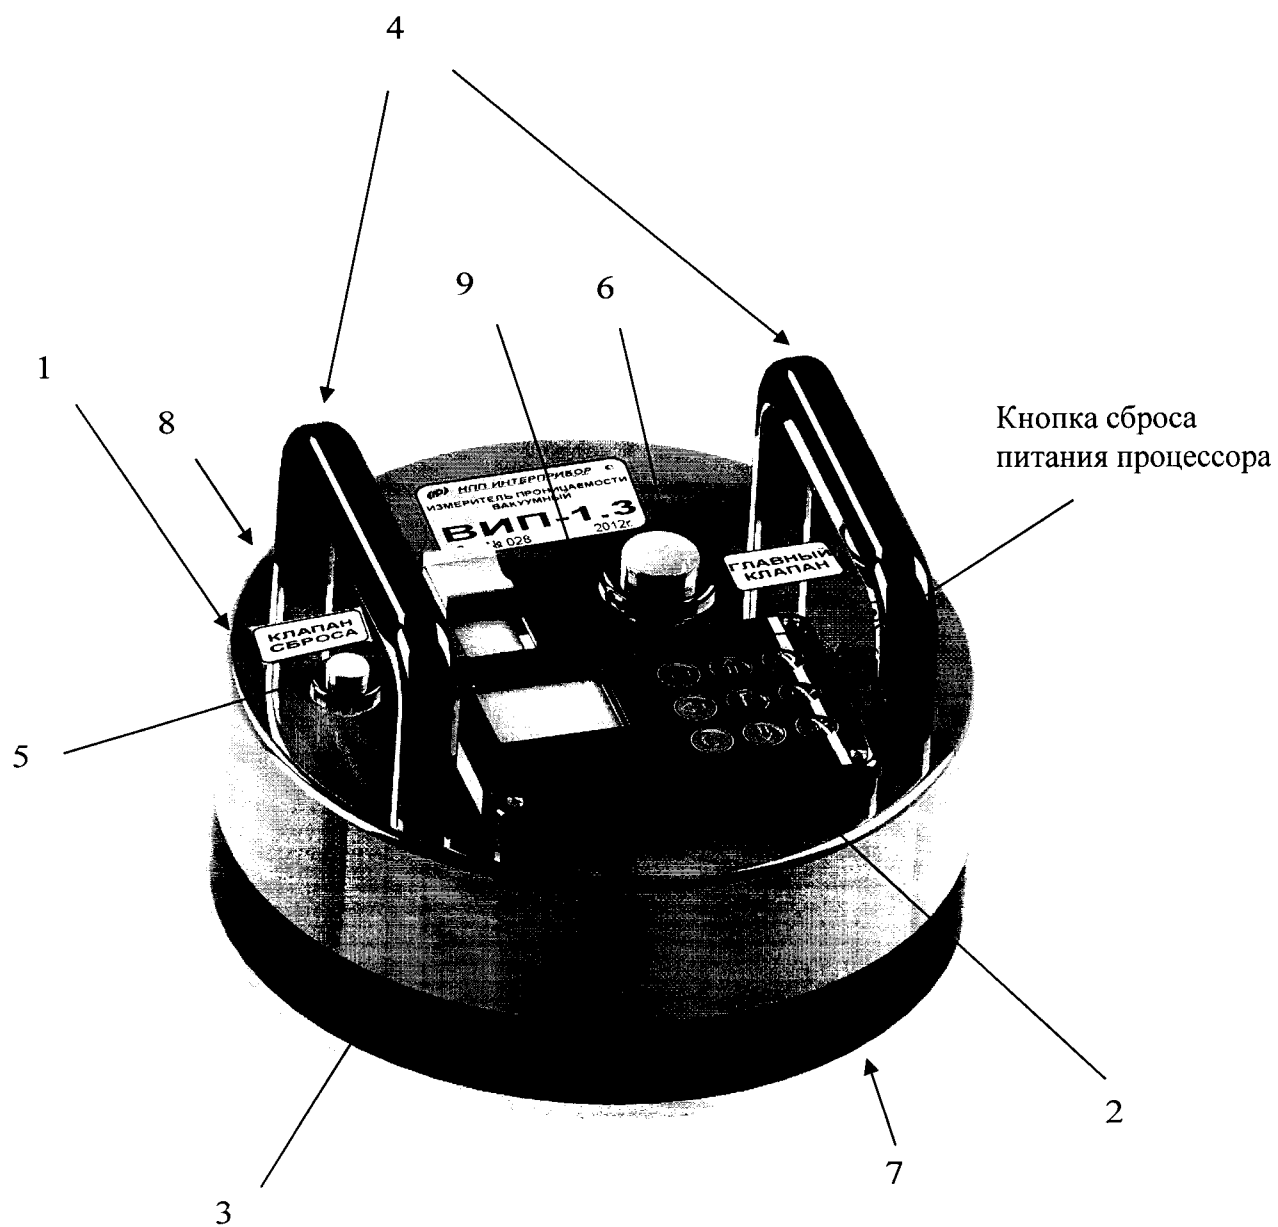

Рисунок 1 - Внешний вид прибора
Прибор (рисунок 1) представляет собой моноблочное устройство, в котором объединены измерительный блок 1, два встроенных вакуумных насоса (на рисунке не показаны) и электронный блок 2.
4.5.4 Пункт главного меню «АТМОСФЕРНОЕ ДАВЛЕНИЕ» позволяет перед каждым испытанием измерять и сохранять в памяти прибора величину атмосферного давления, необходимого для корректного вычисления параметров проницаемости. При открытом клапане 7 (рисунок 1), нажав клавишу , электронный блок сохранит текущее значение атмосферного давления. При нажатии клавиши  или  прибор выйдет в главное меню.